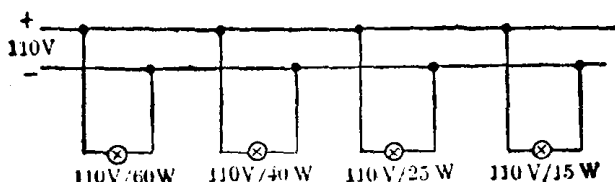

图 1-3 接在同一电源上的灯泡
(2) 如果加在用电设备上的电压不变,那么,设备的电阻越小,流过的电流就愈大;设备的电阻越大,流过的电流就愈小。图 1-3 中,如接在 110V 电压电路中的灯泡瓦数愈大,它的电阻就愈小,流过电流就大,灯光也愈亮。反之亦然。